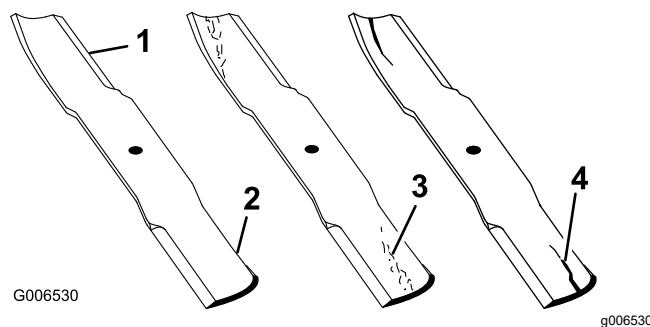

Figure 90
1. Examinez le tranchant des lames (Figure 90).
4. Remplacez immédiatement toute lame fendue, usée ou qui présente une entaille sur cette partie (Figure 90).